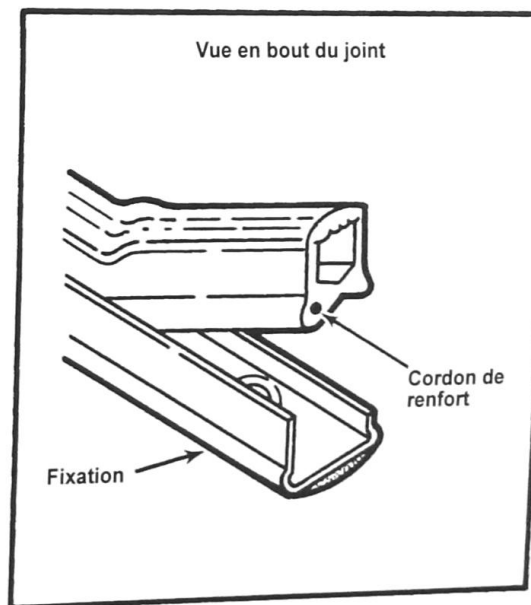
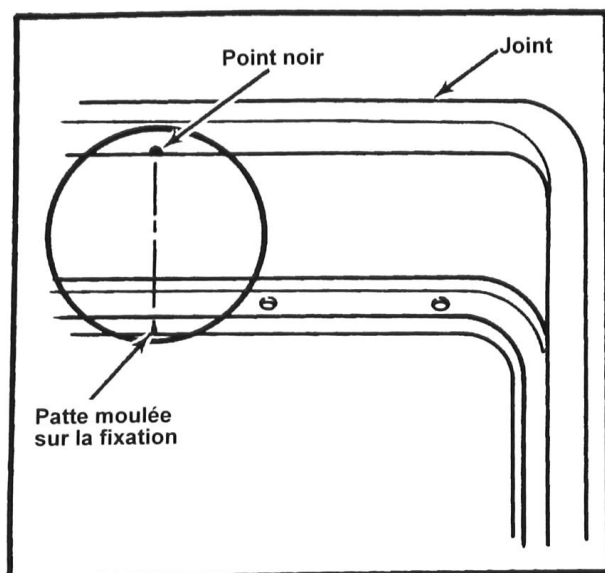

Figure 6
Figure 7
NOTA : Ne pas tirer ni allonger le joint, sinon le cordon de renfort intérieur se brisera et le joint s'étirera ensuite trop loin. Voir la Figure 6.
Le point noir du joint indique le centre du joint. Le centre de la fixation est indiquée par une patte moulée. Voir la Figure 7. Il y a également un deuxième point noir (plus petit) à l'extrémité du joint qui indique le cordon de renfort. Voir la Figure 6.
1. Aligner le point noir qui se trouve au centre du joint avec la patte du centre de la fixation. Le point noir doit être orienté vers l'arrière et vers le bas de la partie inférieure de la fixation. Voir la Figure 7.